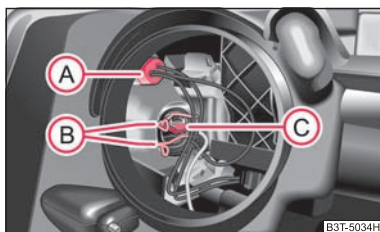

Fig. 211 Desmontaje de las bombillas para luz de población y carretera
- Retirar el portalámparas Ⓐ ⇒ fig. 211.
- Presione el estribo de alambre elástico Ⓑ ⇒ fig. 211 y desengánchelo a un lado.
- Retirar el portalámparas Ⓒ ⇒ fig. 211.